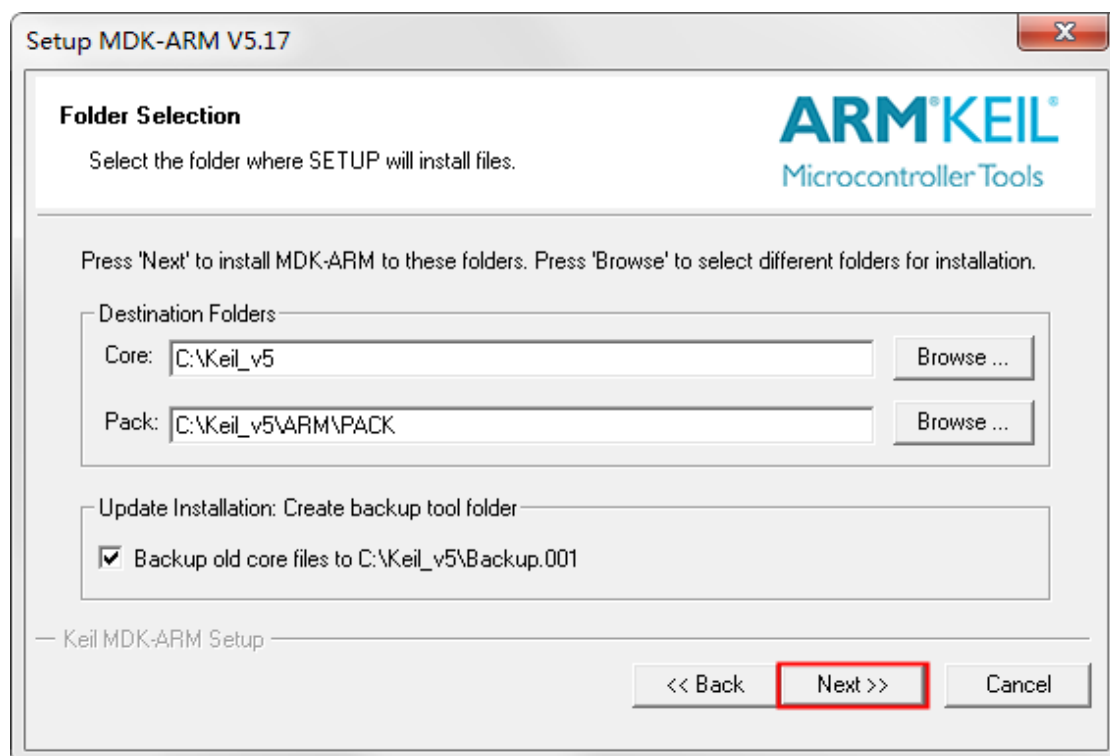

图 2.7 MDK-ARM 选择安装目录
(3) 选择安装路径为默认安装路径 (推荐使用默认安装路径，确有特殊需要可点击【Browse】选择其它安装路径)，如图 2.7 所示。